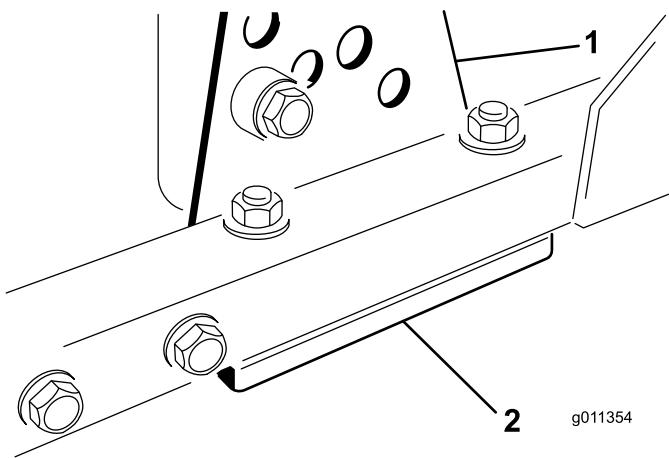

Figura 13
- Retire o suporte da altura de corte, (frente, esquerda ou direita) da estrutura da plataforma (Figura 13).
- Ajuste os calços de 1,5 mm e/ou de 0,7 mm entre a estrutura da plataforma e o suporte para obter a definição de altura pretendida (Figura 13).